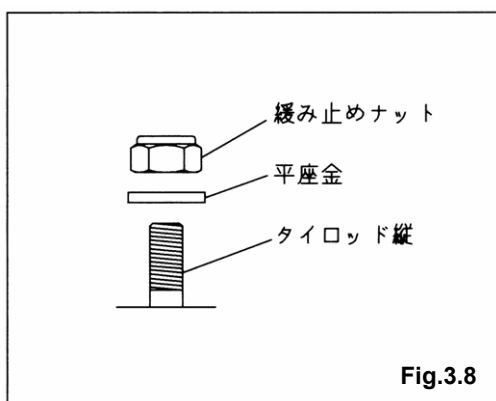

Fig.3.8
- ・緩み止めナットは、新品と交換すること。[Fig.3.8]